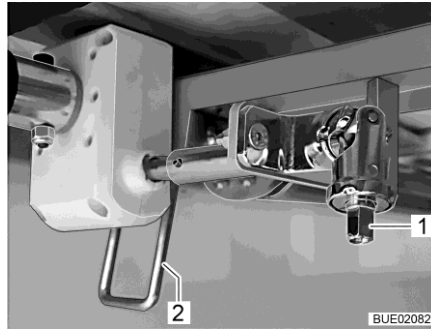

Bild 150 Höjdinställning
- Sätt veven på tappen (Bild 150,1).
- Sväng spaken (Bild 150,2) nedåt i lodrätt läge.
- Sväng spaken (Bild 150,2) uppåt i vågrätt läge.